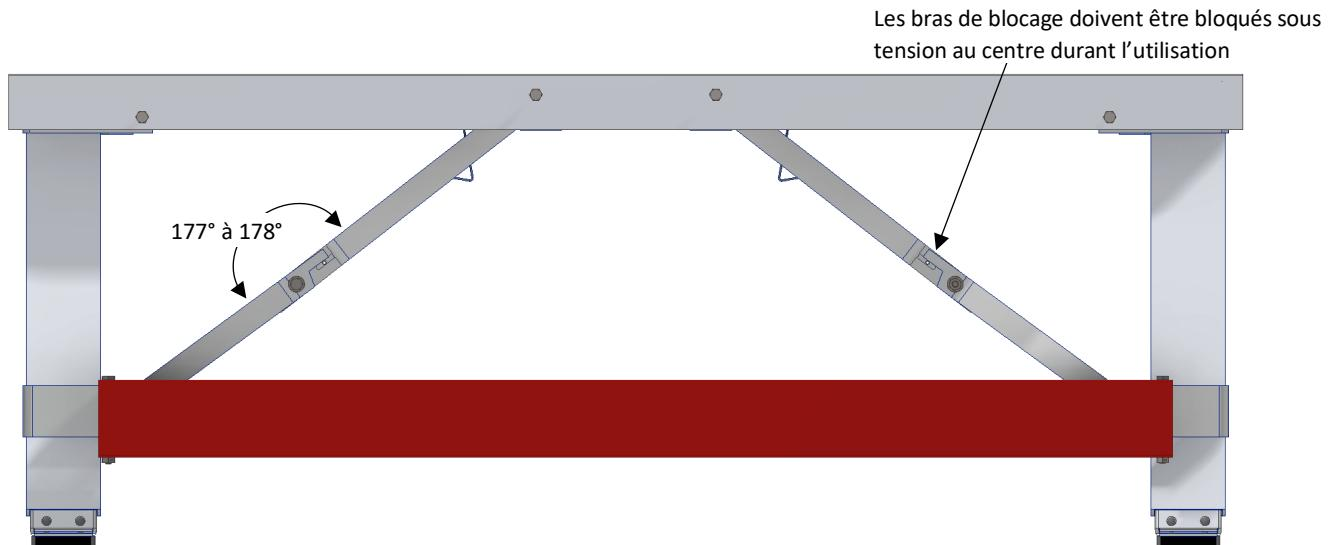

Figure 1
AVERTISSEMENT : LES BRAS DE BLOCAGE DU TRÉTEAU PLIANT EN ALUMINIUM WAL-BOARD® DOIVENT ÊTRE COMPLÈTEMENT ENGAGÉS ET BLOQUÉS AU CENTRE (VOIR FIGURE 1) AVANT DE TENTER D'UTILISER LE TRÉTEAU PLIANT EN ALUMINIUM WAL-BOARD®. SI LES BRAS DE BLOCAGE DU TRÉTEAU PLIANT EN ALUMINIUM WAL-BOARD® NE SONT PAS COMPLÈTEMENT ENGAGÉS ET BLOQUÉS AU CENTRE AVANT D'UTILISER LE TRÉTEAU PLIANT EN ALUMINIUM WAL-BOARD®, CELUI-CI PEUT S'EFFONDRE ET PROVOQUER DES BLESSURES GRAVES OU LA MORT.
7. Vérifier que, lorsque le bras de blocage est bloqué, il est sous tension au centre, comme illustré à la Figure 1.